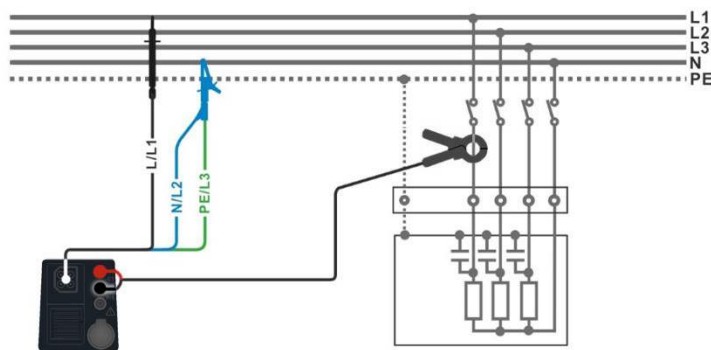

Abbildung 4.54: Leistungsmessung
- › Wählen Sie die Funktion **Leistung (P)** im Menü **LEIST**.
- › Schließen Sie die 3-Leiter-Prüfleitung und die Stromzange am Prüfobjekt an, siehe **Abbildung 4.54**.